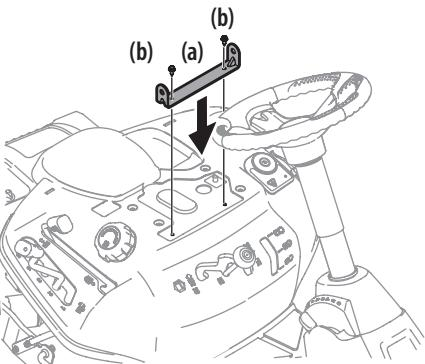

Figura 8
3. Alinee el soporte del asiento (a) en su lugar sobre los orificios de los pernos autorroscantes (b) que extrajeron, como se indica en la Figura 8.
4. Con una llave de trinquete de 1/4" con una llave de 3/8", sujeté el soporte del asiento (a) con los pernos autorroscantes (b) que se extrajeron en el paso 2. Consulte la Figura 8.